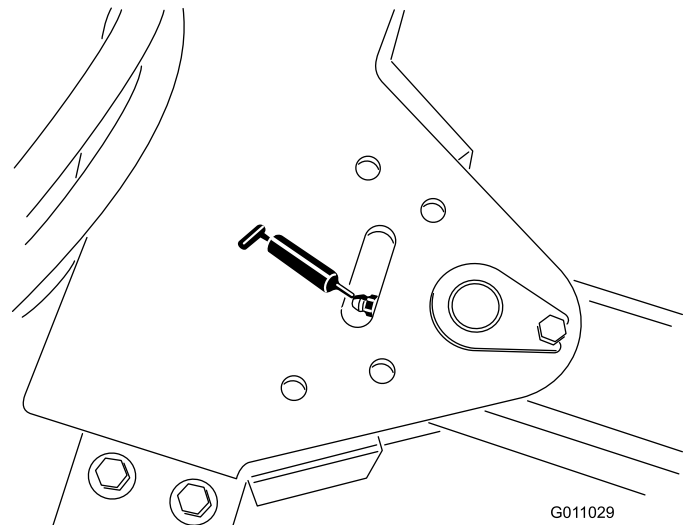

Figura 36
- Perno del timone di traino (1) (Figura 36).